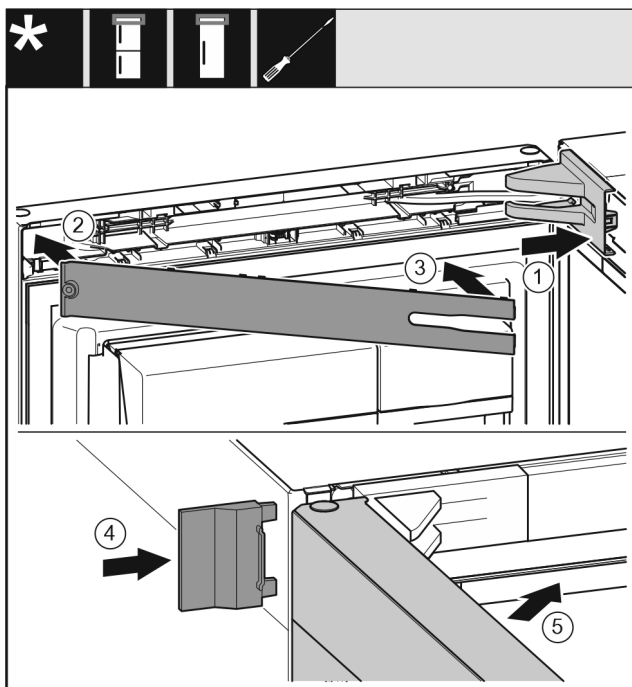

Fig. 51
- ▶ Poser et enclencher le cache du support de palier, l'introduire en appuyant délicatement. Fig. 51 (1)
- ▶ Poser le cache. Fig. 51 (2)
- ▶ Incliner le cache et l'enclencher. Fig. 51 (3)
- ▶ Enfiler le cache extérieur. Fig. 51 (4)
- ▶ Fermer la porte supérieure. Fig. 51 (5)